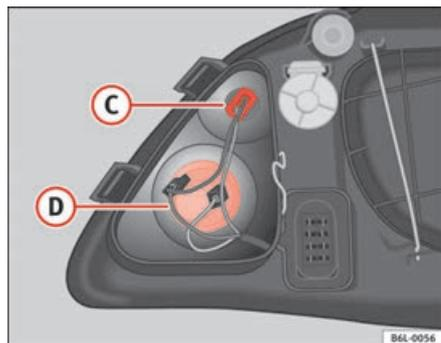

Fig. 156 Feux de position
- Tirer des câbles pour libérer le porte-lampes de son logement (C) ⇒ fig. 156.